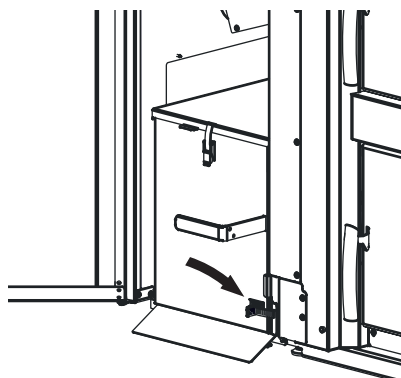

Fig. 33 Ouverture de la fermeture à étrier de tension
- ▶ Desserrer la fermeture à étrier de tension inférieure de droite – Fig. 33.